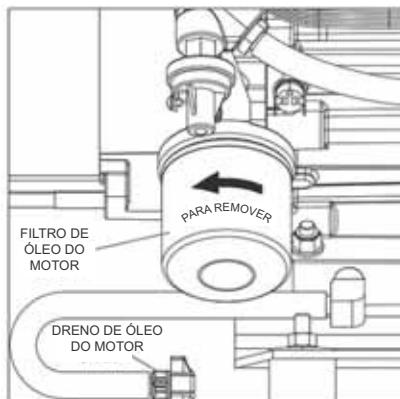

Figura 4-2: Localização do filtro de óleo e dreno
4. Após drenar o óleo, retire o filtro de óleo antigo girando-o no sentido anti-horário. Para a localização de filtro, consulte a Figura 4-2.